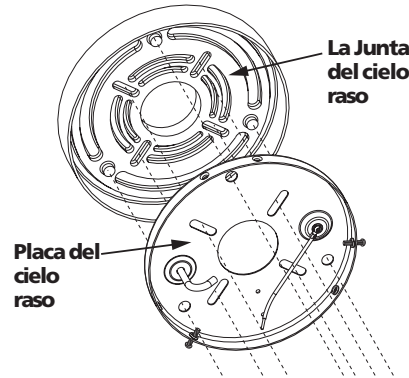

Figura 2a - Instalación del conjunto de la placa y junta del cielo raso.
2. Instale dos de los tres tornillos #10-32 x 3/8" de la campana en los agujeros de montaje ubicados en el lado de la placa del cielo raso. Vea la Figura 2a.